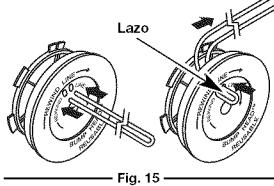

Fig. 15
6. Tome aproximadamente 20 pies (6 m) de nueva línea de corte, enlácela en dos longitudes iguales. Inserte cada extremo de la línea a través de uno de los dos orificios del carrete interior (Fig. 15). Pase la línea a través del carrete interior de modo que el lazo sea lo más pequeño posible.